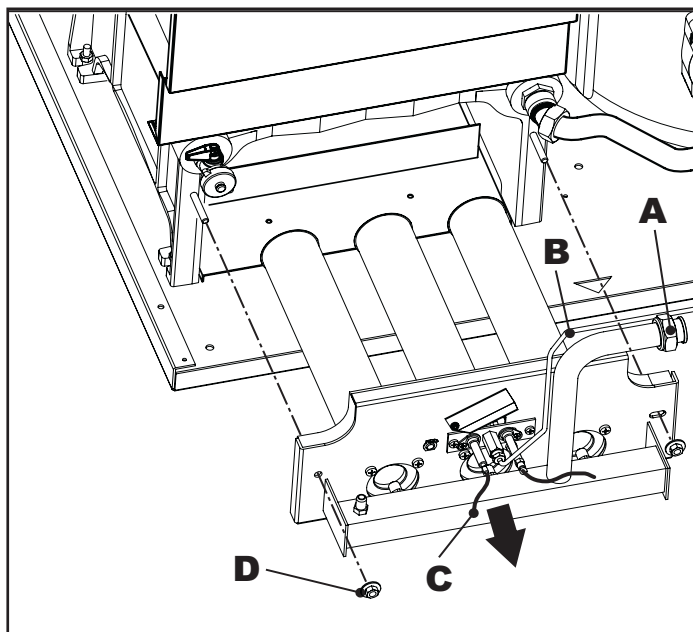

fig. 9
- Desenroscar las dos tuercas **D** que fijan la puerta de la cámara de combustión a los elementos de fundición de la caldera (fig. 9).